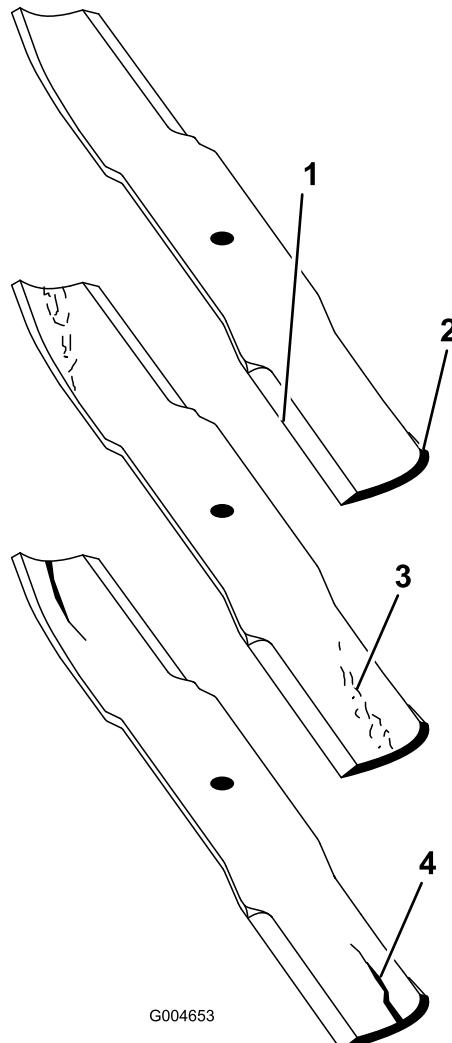

図 65
1. 刃先の部分を点検する図 65。刃先部分が鋭利でなかつたり、打ち傷がある場合には、ブレードを外して研磨する。「ブレードの研磨」を参照。
2. ブレードを点検し、特にセール部をよく観察する図 65。破損、磨耗、割れの発生などがあれば図 65、直ちに新しいブレードに交換する。